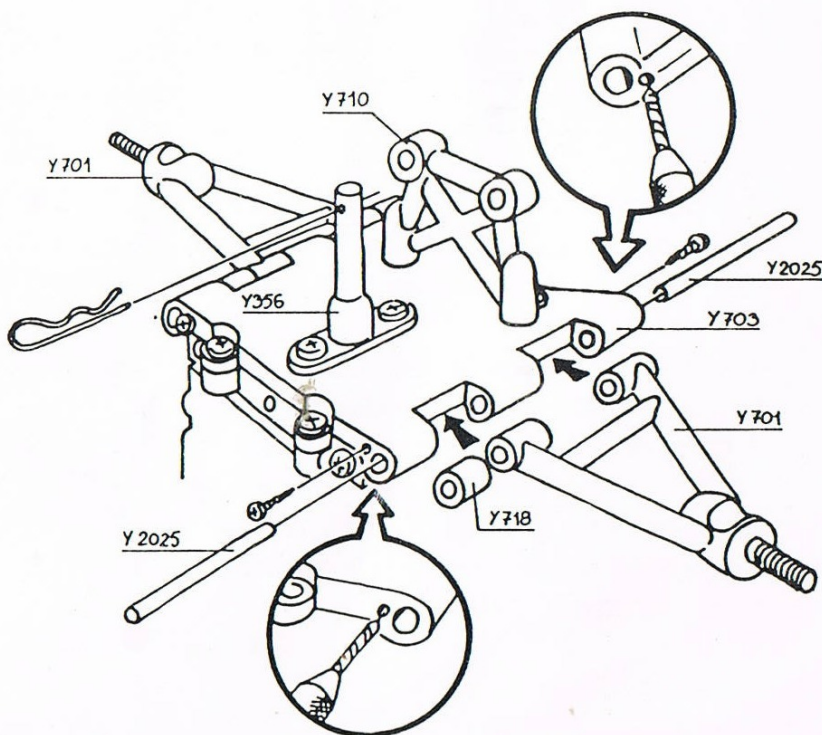

Fig. 8
Percer un trou de  $\varnothing 0,2$  en haut du support, pour permettre le passage d'un clip de carrosserie. (Fig. 8).
• Triangles supérieurs (Fig. 8) : Percer 4 trous ( $\varnothing 2$ ) pour le verrouillage des axes de triangle .